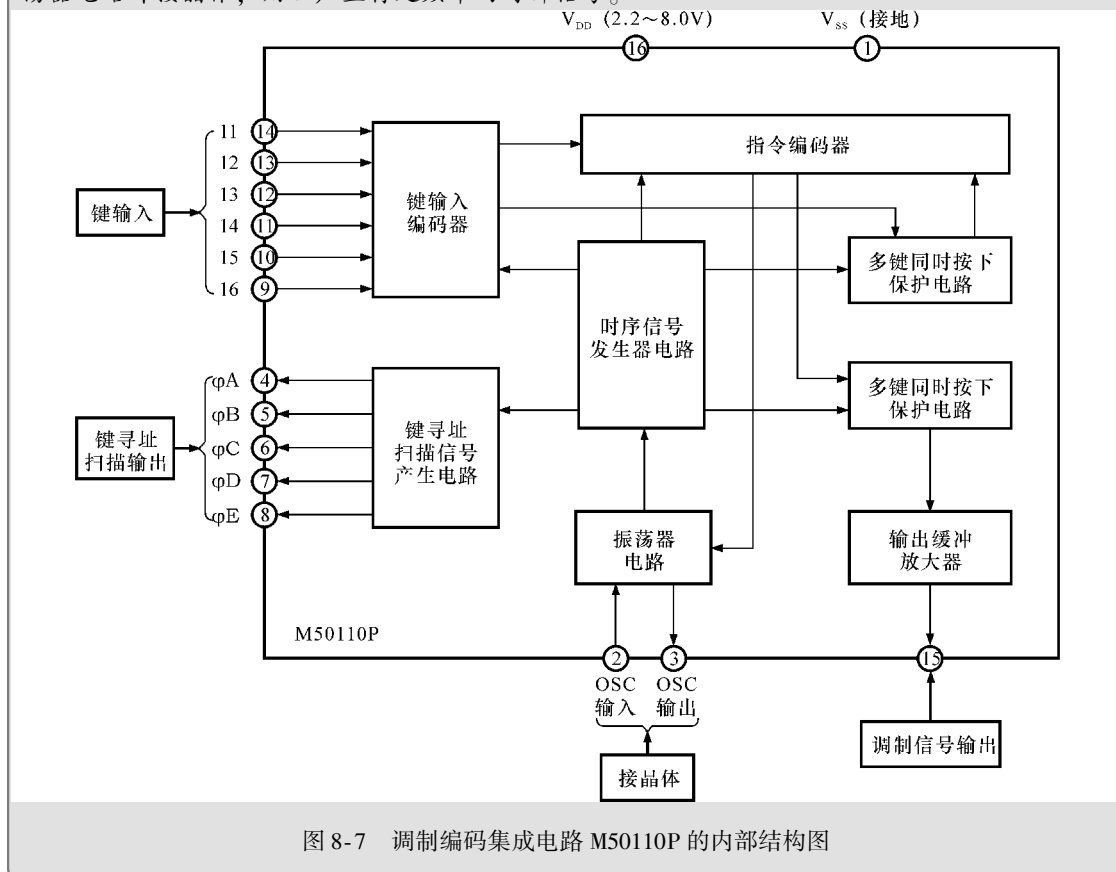

图 8-7 调制编码集成电路 M50110P 的内部结构图
图 8-7 为调制编码集成电路 M50110P 的内部结构图。遥控编码、调制、输出放大和人工指令输入电路都集成在该芯片中。键寻址扫描信号产生电路产生多个不同时序的脉冲信号, 经键盘矩阵电路后送到键输入编码器, 编码器根据键盘的输入指令产生不同编码的信号, 每种编码信号表示一种控制功能, 编码调制后的信号经放大后由⑮脚输出。振荡器电路外接晶体, 用以产生特定频率的时钟信号。